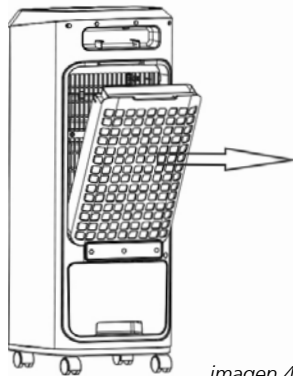

imagen 4
1. Primero saque la malla trasera como indica la dirección de la flecha. Imagen 4.